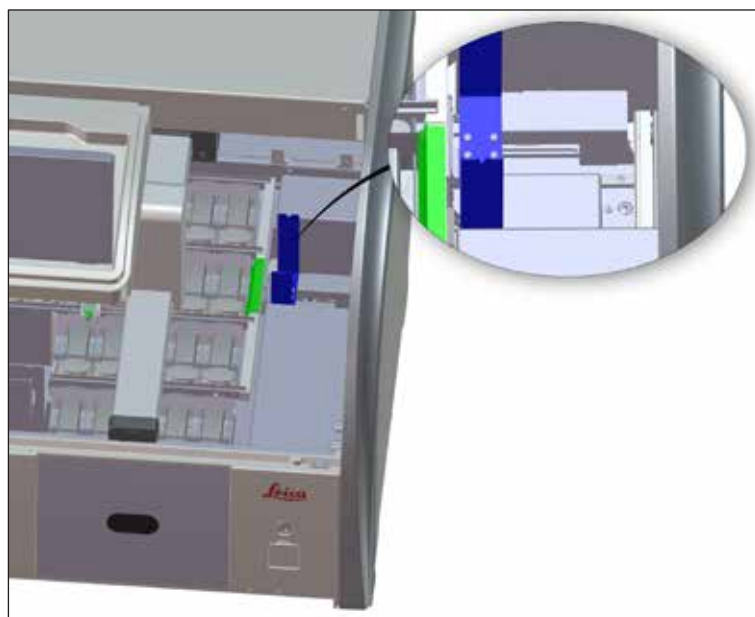

图 98
- 定期检查传输站点 (→“图 98”) 是否有试剂残留物, 必要时可用温和、中性 pH 值的市售清洁剂进行清洁。